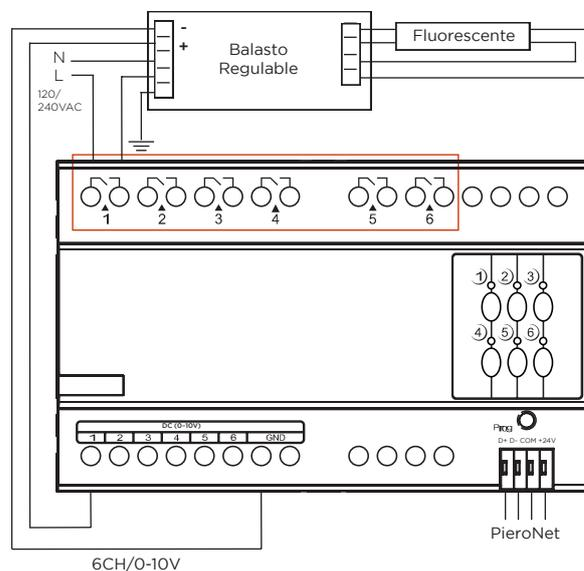

Figura 5. Conexión Eléctrica - Ejemplo
- Conecte los canales de 0-10V DC siempre comprobando que los polos positivo y negativo son correctos (Figura 5);
- **Funcionamiento** : se pueden interconectar relés y salidas de 0-10V DC. Al activar una salida de 0-10V DC con cualquier valor superior a 0V, también se activará el relé correspondiente, iluminando la lámpara con una intensidad proporcional al valor de la tensión DC que se envía. Este comportamiento también debe usarse para cortar la potencia del balasto conectado a la salida de 0-10V DC (Figura 5);